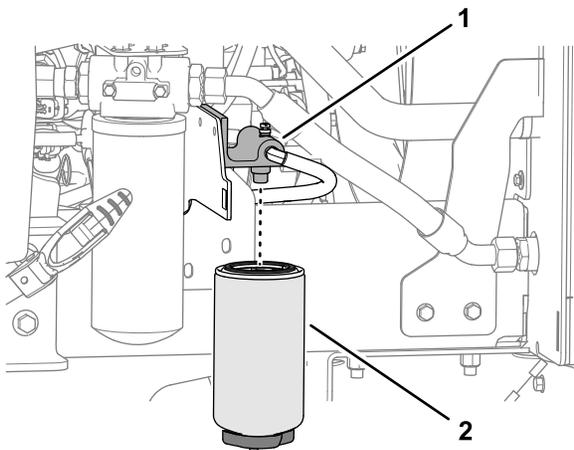

Figura 58
1. Coloque um recipiente limpo debaixo do recipiente do filtro de combustível (Figura 58).
3. Limpe a zona em torno do filtro de combustível e da cabeça do filtro (Figura 58).
4. Retire o recipiente do filtro e limpe a cabeça do filtro (Figura 58).